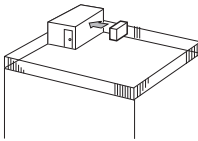

Fig. 2-4
- 1 Τοποθετήστε τη μονάδα ώστε το στόμιο εξαγωγής του αέρα να είναι στραμμένο προς τον πλησιέστερο διαθέσιμο τοίχο και να απέχει περίπου 35 cm. (Fig. 2-4)